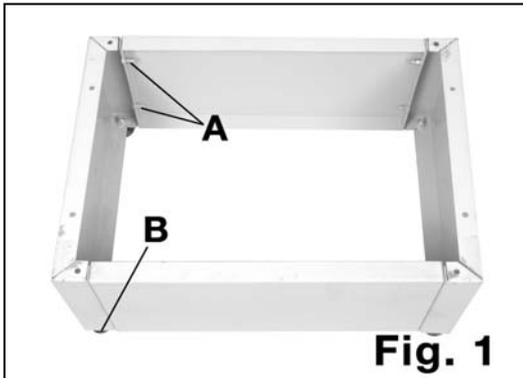

Fig. 1
Le socle est composé de 4 parties à assembler comme indiqué. Chaque coté est fixé par deux vis (A), rondelles et écrous à sa partie adjacente (**Fig.1**). Les quatre parties étant assemblées, positionner les quatre pieds (B) sous le support.